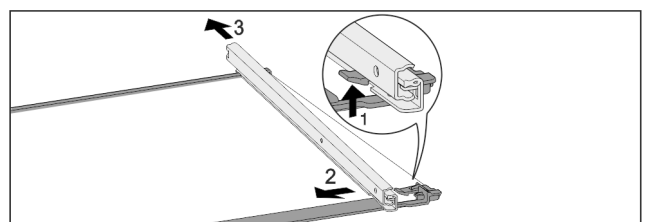

Fig. 84 Ripiano in vetro con guide
- ▶ Premere il gancio di fermo anteriore verso l'alto. Fig. 84 (1)
- Far scorrere la guida estraibile di lato Fig. 84 (2) e verso il lato posteriore Fig. 84 (3).